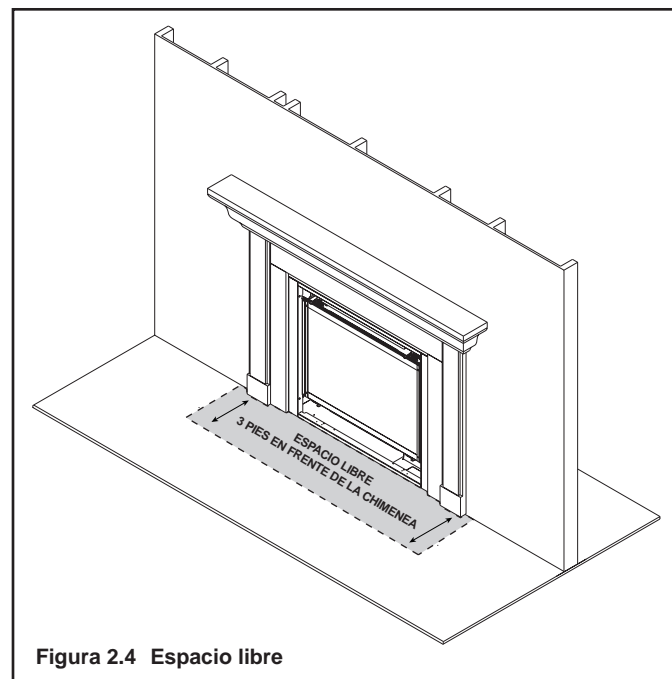

Figura 2.4 Espacio libre
**ADVERTENCIA! NO** coloque objetos combustibles en frente de la chimenea ni bloquee las parrillas. Las altas temperaturas pueden iniciar un incendio. Consulte la Figura 2.4.